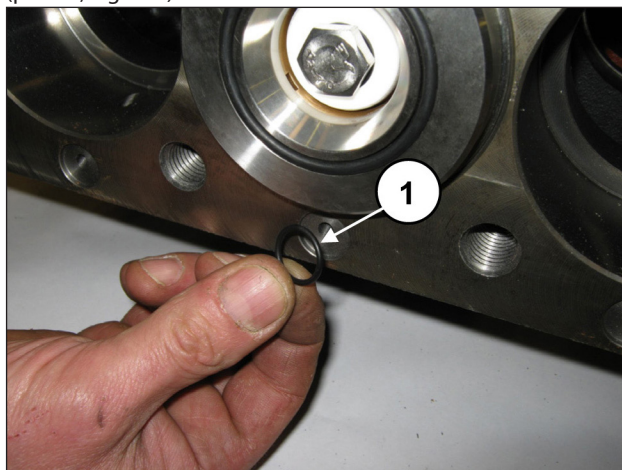

Fig. 128
Aplicar las 6 juntas tóricas frontales del cárter de la bomba (pos. ①, Fig. 128).